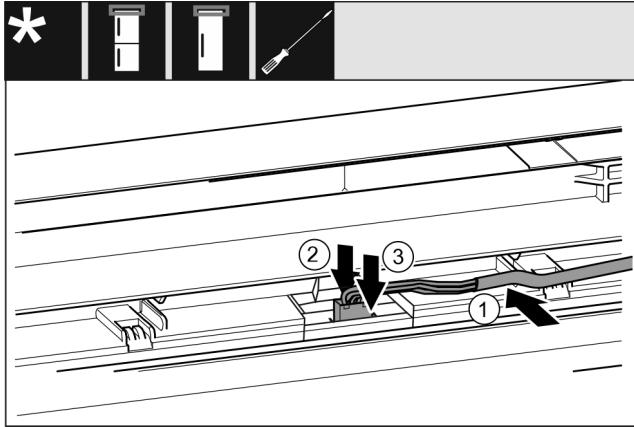

Fig. 41 Комбінації холодильник/морозильна камера / морозильні камери / холодильники
- ▶ Вставте кабель Fig. 41 (1) у направляючу в верхніх дверцят.
- ▶ Притисніть фіксувальний виступ Fig. 41 (2) назад.
- ▶ Вставте штекер Fig. 41 (3).